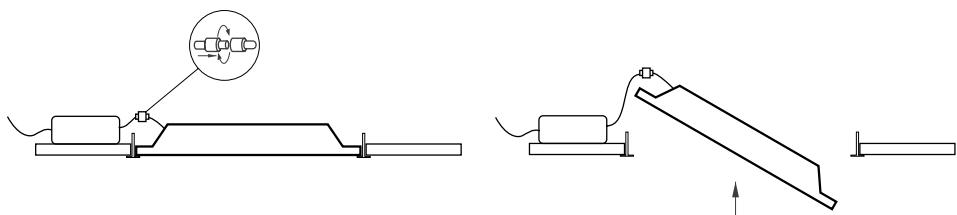

Рис. 2. Установка и подключение светильника
- Установите светильник и блок питания в ячейку Т-образного профиля для потолка «Армстронг», как показано на рис. 2.